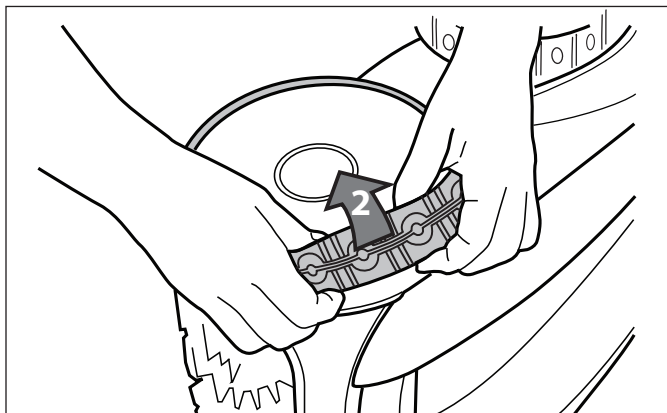

Figure 34. Retirer le pneu usé
2. Enlever le vieux pneu comme illustré à la Figure 34.